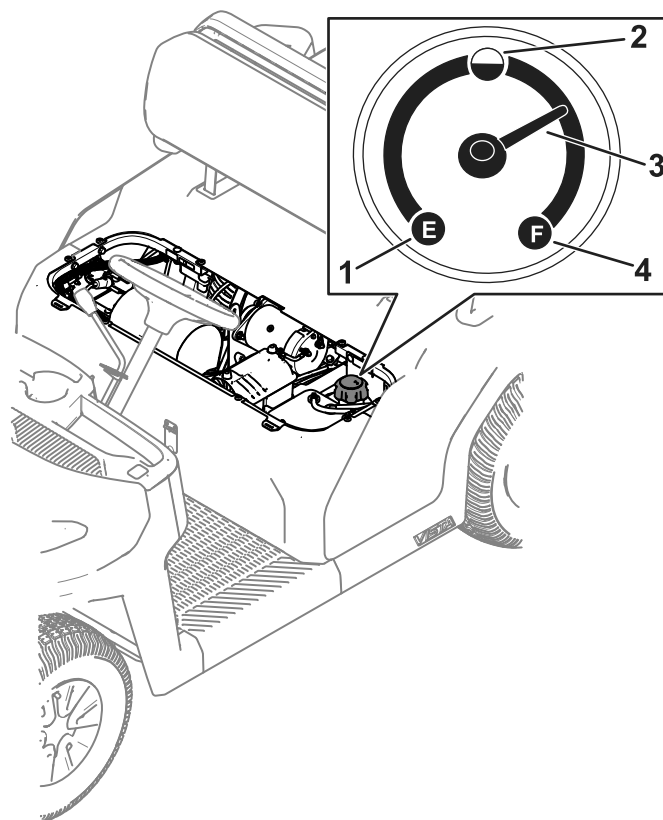

Figura 14
5. Curățați zona din jurul capacului rezervorului de combustibil (Figura 14).